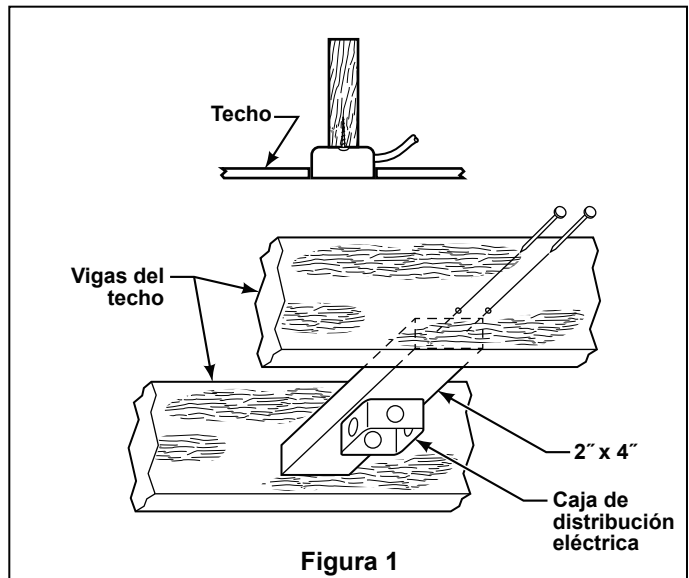

Figura 1
- Aspas de madera (3)
**NOTA:** Si no está seguro de la descripción de una pieza, consulte la ilustración del despiece. (Figura 1, página 13)
Su nuevo ventilador de techo requiere una línea de suministro eléctrico con conexión a tierra de 220-240 voltios de CA, circuito de 50 Hz. La caja de distribución eléctrica debe estar bien asegurada y debe ser capaz de soportar una carga de, al menos, 22,7 kg (50 lb). La Figura 1 muestra diversas configuraciones estructurales que podrían utilizarse para montar la caja de distribución eléctrica.
1. Afloje el tornillo de fijación de la semiesfera y retírela hasta que ésta pueda desplazarse libremente por el barral. (Figura 1) Retire el pasador del barral y luego extraiga la semiesfera. Conserve el pasador y la semiesfera para su reinstalación en el Paso 5.
5. Vuelva a colocar la semiesfera (Figura 1) en el barral como se indica a continuación. Pase los tres cables de 2 m (80") y el cable de seguridad a través de la semiesfera. Pase el pasador a través de los dos orificios en el barral y alinee la semiesfera de modo que el pasador quede atrapado en la ranura de la parte superior de la misma. Empuje la semiesfera hacia arriba, bien ajustada contra el pasador. **Ajuste firmemente el tornillo de fijación de la semiesfera. Si el tornillo está flojo, podría provocar oscilación del ventilador.**